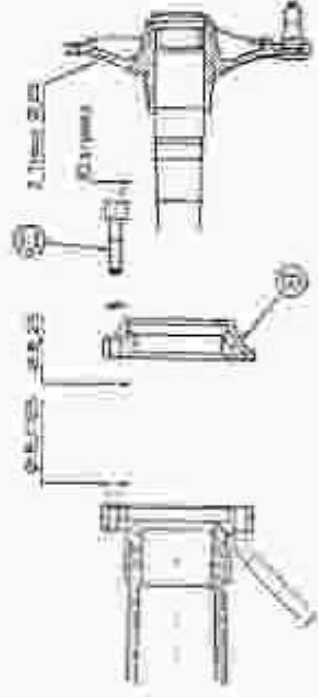

Fig. 17. — Dépose d'un arbre de roues (bride maintenue par vis - Allen).
- Par les trous du moyeu ajoutés depuis les 5 vis Allen (C) (fig. 17) de fixation de la bride (B).